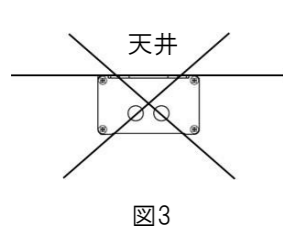
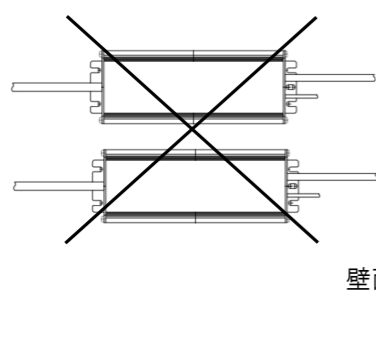

図3
図4
- ・本製品を天井付けしないでください(図3)。壁付けは縦方向のみ可(図4)。